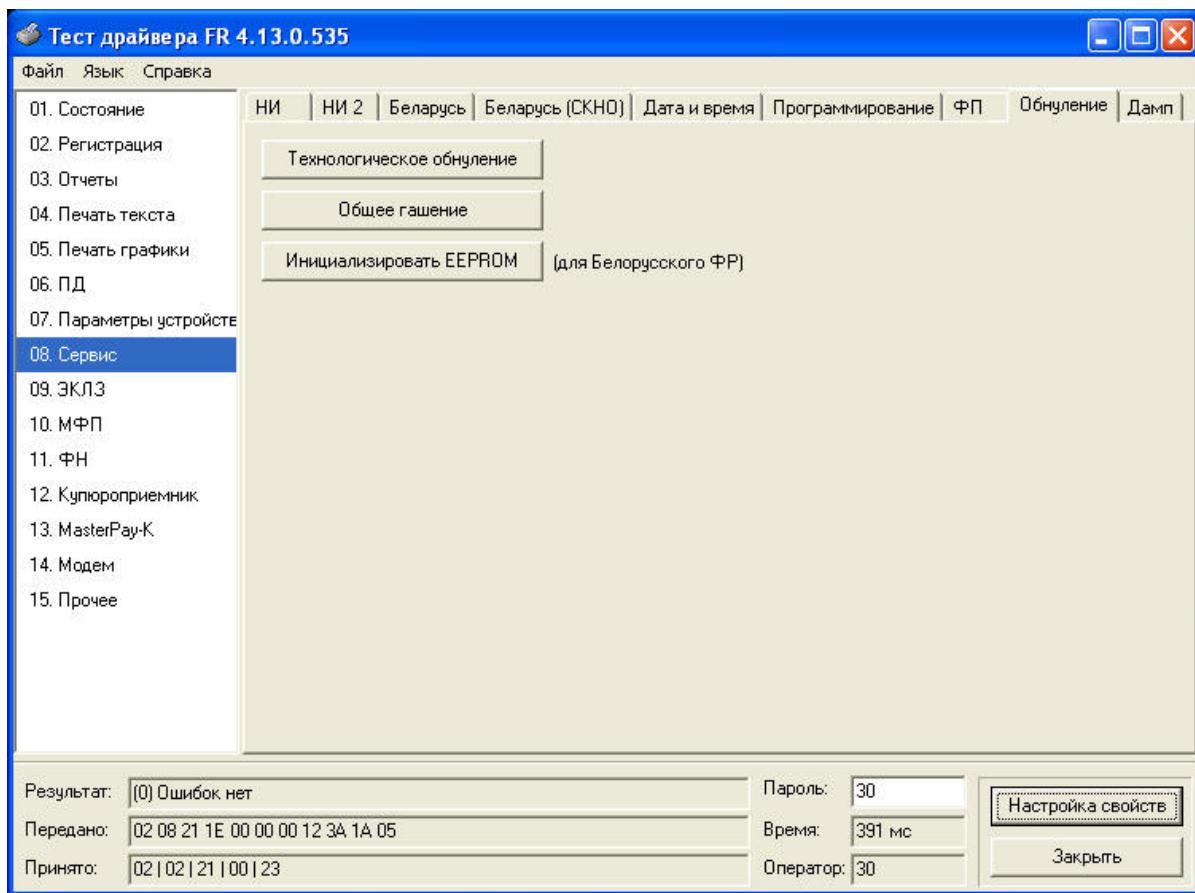

Рисунок 66: Технологическое обнуление
8. Перейди на закладку «06.Сервис» программу «Тест драйвера ФР». В меню «Обнуление» нажать кнопку «Технологическое обнуление». Убедится, что ответ «Ошибка нет». Процедура технологического обнуления запущена. Рисунок 66.